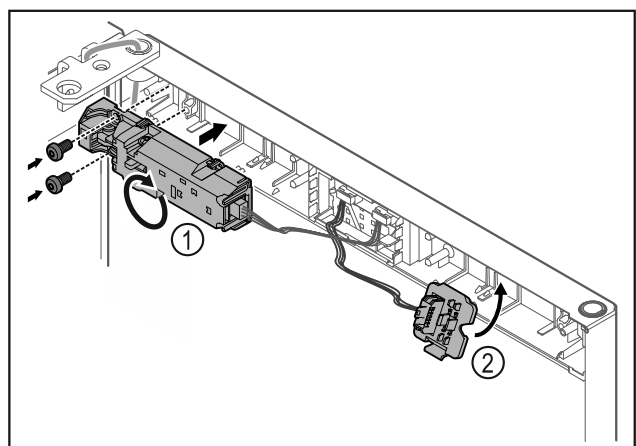

Fig. 24
- ▶ Разверните замок дистанционного открытия Fig. 24 (1) на 180° и прикрепите на противоположной стороне.
- ▶ Установите и зафиксируйте держатель штекера Fig. 24 (2) на противоположной стороне.